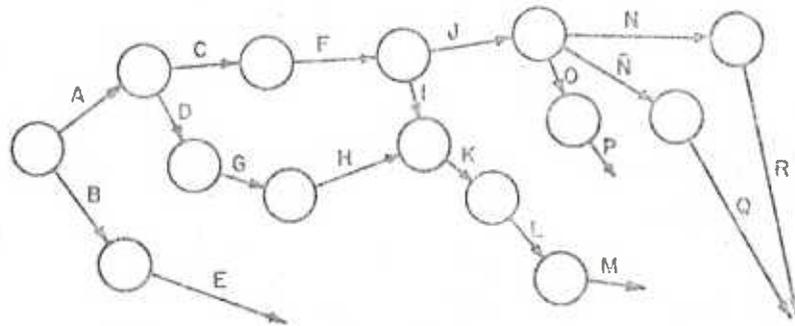

FIGURA 25
m) Reflejando la condición 14 tendremos (figura 25):